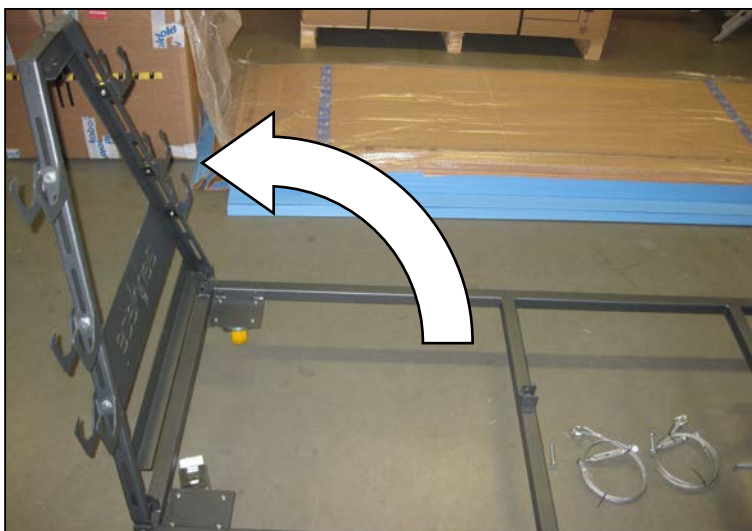

Bild 2
**2)** Montageschritt 1 (Bild 2):